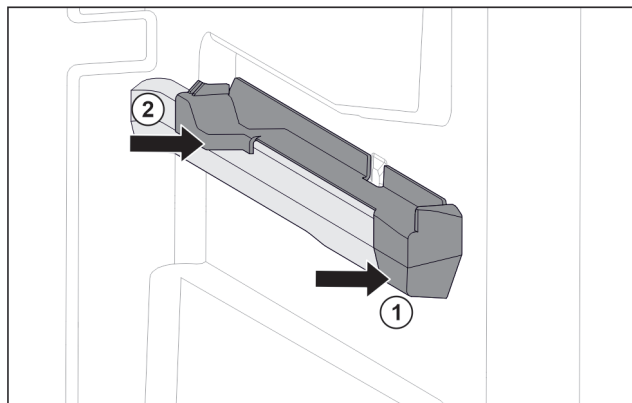

Fig. 142 Elemento inseribile sulla nervatura destra del contenitore
- ▶ Posizionare l'elemento inseribile sulla parte anteriore della nervatura del contenitore. Fig. 142 (1)
- ▶ Premere l'elemento inseribile sulla parte posteriore. Fig. 142 (2)